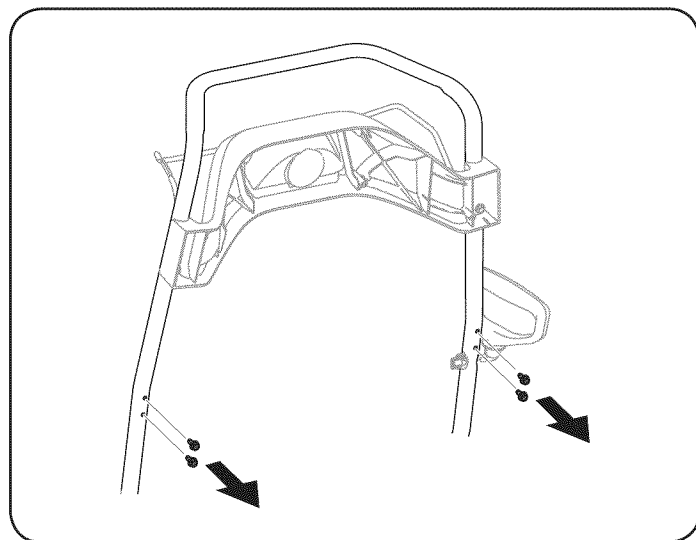

Figura 6
1. Extraiga los cuatro tornillos de cabeza hexagonal de la parte posterior de la manija (dos a cada lado). Vea la Figura 6.